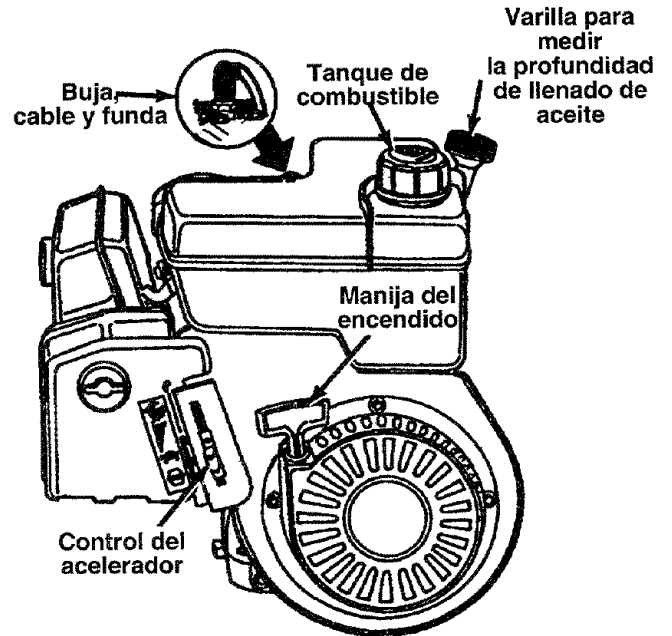

FIGURA 13.
**ASEGURESE DE QUE EL CABLE DE LA BUJIA ESTE DESCONECTADO Y ALEJADO DE LA MISMA ANTES DE ARMAR LA PICADORA-DESMENUZADORA. VEA LA FIGURA 13.**
- Si fuera necesario una el cable de la bujía y la funda de goma a la bujía. Vea la figura 13.
- Tome la manija del encendido (vea la figura 13) y tire de la cuerda lentamente hasta que el motor llegue al comienzo del ciclo de compresión (en este punto deberá tirarse de la cuerda un poco más fuerte). Deje que la cuerda se enrolle lentamente.